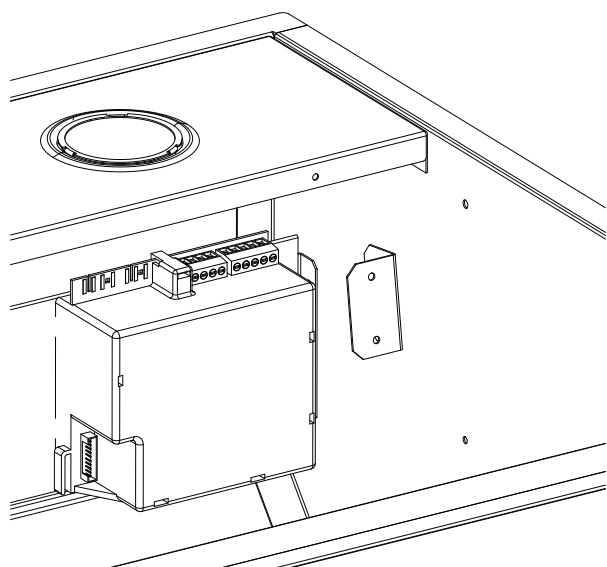

Figura 5: Conexión de la caja de relés
- Quite la tapa de la caja de conexiones (vea la *Figura 5 en la página 2*).
- Desconecte la manguera del interfaz de usuario de la caja de relés (*Figura 5*).
d) Conecte la manguera proporcionada con el juego del mando a distancia (*Figura 5*).